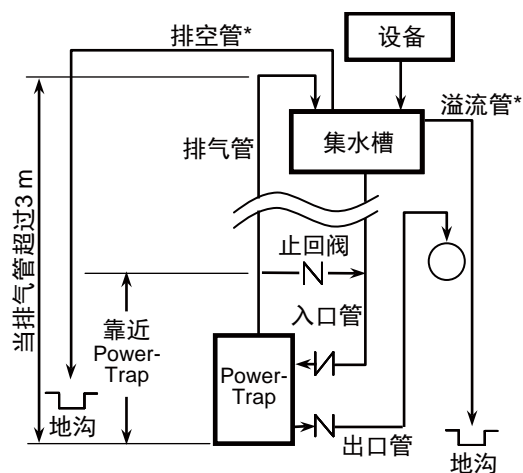

图2: 开放式 & 封闭式系统
- (b) **对于开放式回收系统和封闭式回收系统:** 在储水罐管道和过滤器之间加装连接排气管和冷凝水入口管的管路，并在此管路上安装一个止回阀以防止入口管中的冷凝水回流至排气管中 (见图2)。